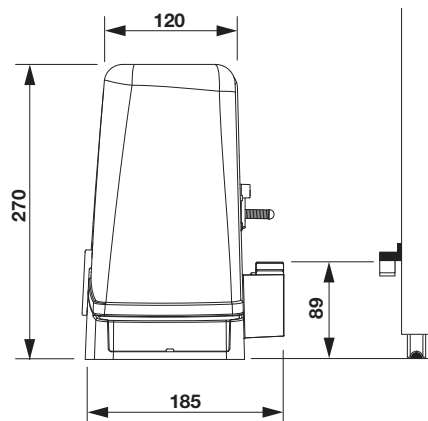
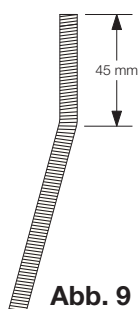

Abb.3
Abb. 9
- Kontrollieren Sie den maximalen und minimalen Platzbedarf gemäß den Maßen A und B in Abb. 3.
In Abb. 3 sind die Hauptabmessungen des Getriebemotors mit Führungsschiene angegeben.
a) Wenn die vorhandene Zahnstange in einer größeren Höhe installiert ist, als in Abb. 3 angegeben, bzw. bei möglichem Wasserrückstau, kann es erforderlich sein, die Ankerplatte erhöht zu montieren, hierzu sind die Stangen bei etwa 45 mm wie in Abbildung 9 gezeigt zu biegen.